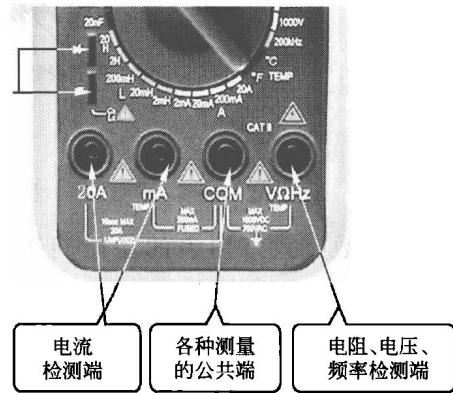

图 1-17 面板上插孔
④ 插孔 面板上插孔，如图 1-17 所示。标“VΩHz”的为红表笔插孔，在测电压、电阻和频率时，红表笔应插入该插孔；标“COM”的为黑表笔插孔；标“mA”为小电流插孔，当测 0~200mA 电流时，红表笔应插入该插孔；标“20A”为大电流插孔，当测 200mA~20A 电流时，红表笔应插入该插孔。